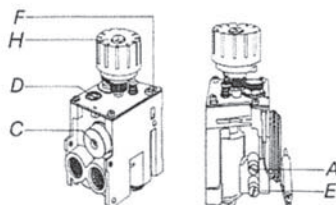

Abb. 28
8.3.1.1 Düsendruck entsprechend der Einstelltabelle mit der Reglerschraube **C** (Abb.28) einstellen.
8.3.3.1 Kleinstelldüse **D** (Abb.28) in der Gasarmatur durch die für die Gasart geforderte Kenngröße (siehe technische Daten ) ersetzen und bis zum Anschlag einschrauben.
Reglerschraube C (Abb. 28) bis zum Anschlag bzw. einem hörbaren Klicken einschrauben.**